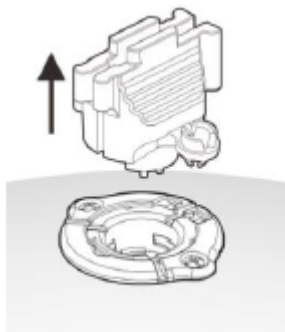

Figura 2: Levante el sujetador de tornillos.
(2) Levante el soporte de tornillos. (Figura 2)